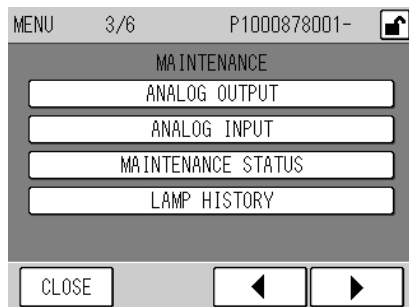

Fig. 53 **MENU/MAINTENANCE Fenster**
- MAINTENANCE (Fig. 53 auf Seite 41)